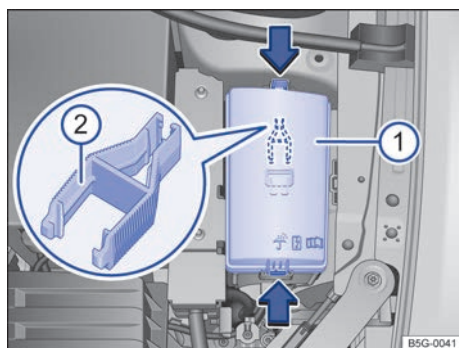

Fig. 302 En el vano motor: cubierta **1** de la caja de fusibles con pinzas de plástico **2**.
- Para desbloquear la cubierta de la caja de fusibles, presione las teclas de bloqueo en el sentido que indican las flechas → fig. 302 ①.